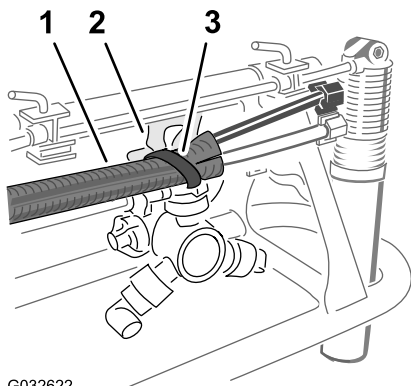

Figura 15
- Sujete el conjunto de tubos al orificio del soporte de la boquilla con una brida, según se muestra en Figura 15.